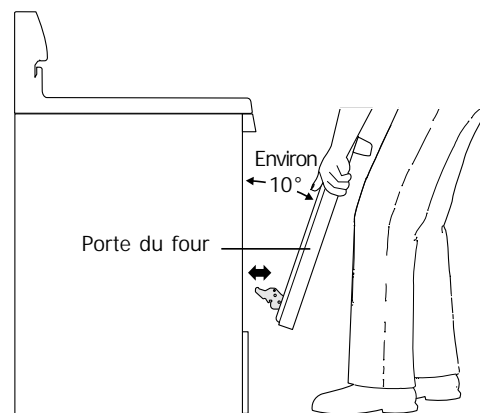
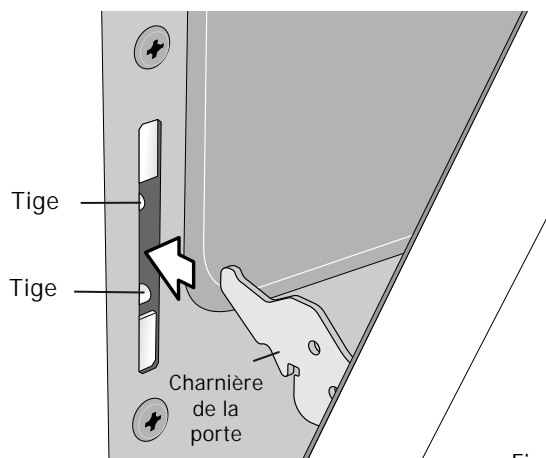

Fig. 3
Fig. 4
5. La porte étant en position pour la cuisson au grill (fig. 3), soulevez légèrement et prudemment la porte du four, puis retirez-la du cadre. Pour ne pas endommager le fini du four, assurez-vous que les charnières de la porte ne viennent pas en contact avec le cadre avant du four.
2. En tenant la porte dans le même angle qu'elle a été déposée (fig. 3), alignez et introduisez soigneusement les deux bras des charnières entre les tiges situées de chaque côté du cadre de la porte du four (fig. 4).